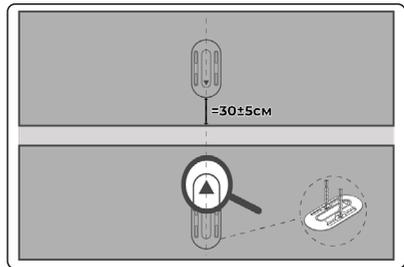

Рис. 16
- Установка магнитных меток (Рис. 16)